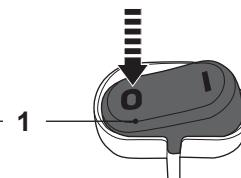

Fig. 20
- > Prima o interruptor On/off (16) para a posição O para desligar o produto (Fig. 20).